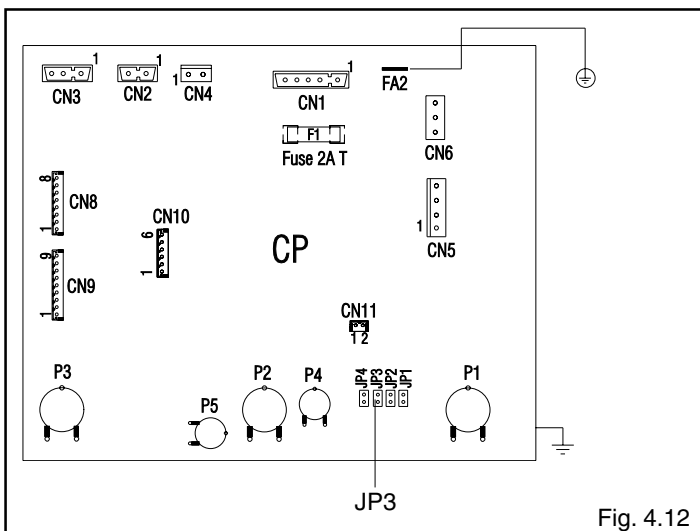

Fig. 4.12
- togliere il tappo D tirandolo verso di sé (fig. 4.12)
- riposizionare il tappo D (fig. 4.12)